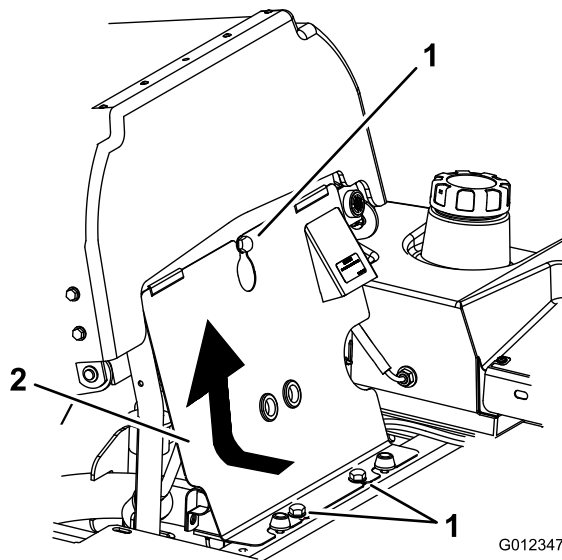

Figura 48
1. Incline o banco para a frente, desaperte os parafusos e retire o painel dianteiro do motor (Figura 48).